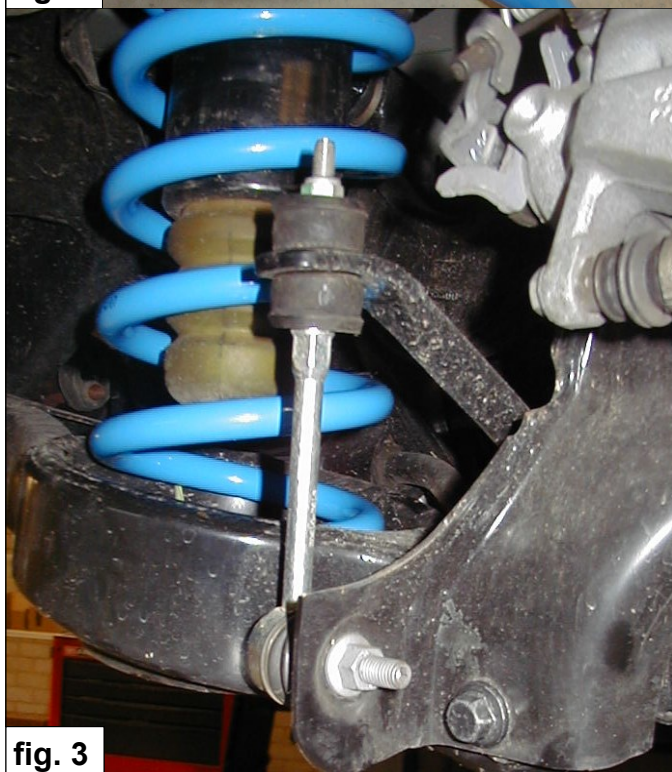

fig. 3
6. Ondersteun de draagarm en monteer de bout aan de wielzijde. Zie fig.3.
6. Support the wheel arm and lower the car. See fig.3.
6. Unterstützen Sie der Tragarm und montieren Sie den Bolzen an der Radseite. Siehe Fig. 3.
6. Soutenez le bras de suspension et montez le boulon côté roue. Voir fig. 3.